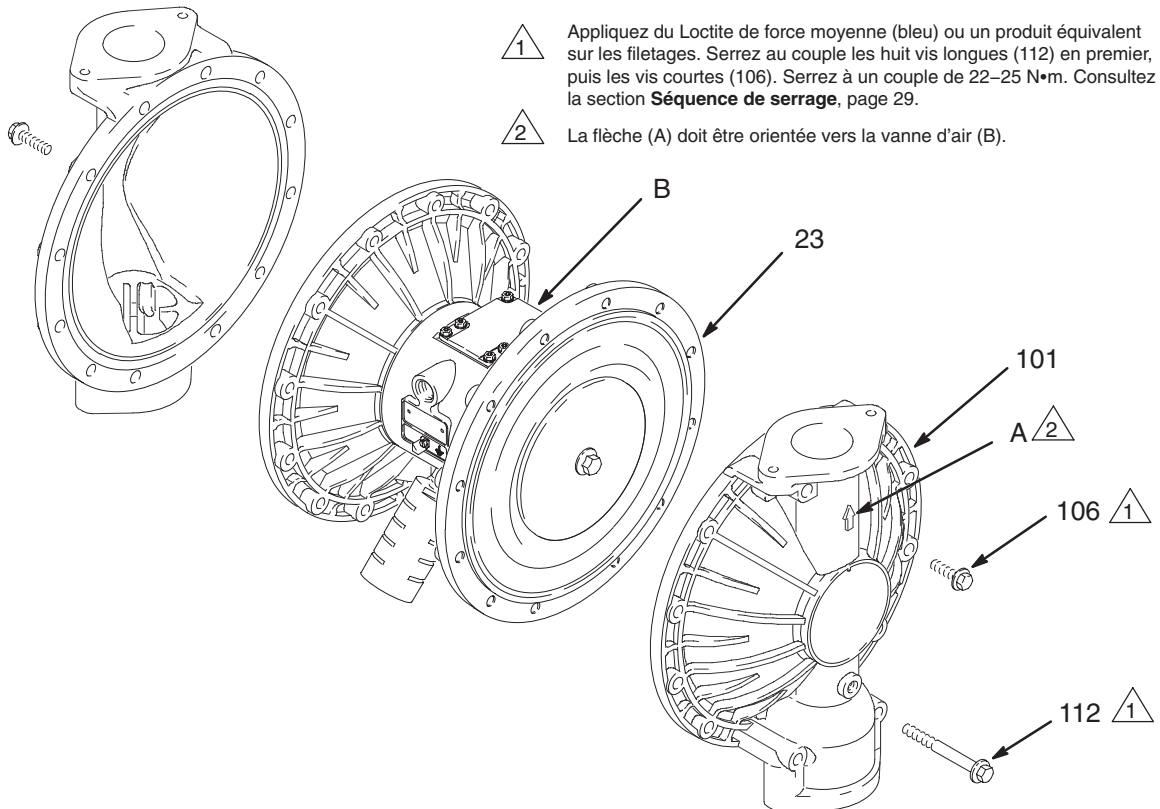

Fig. 11
3. À l'aide de clés à douille de 10 mm et 13 mm, retirez les vis (106 et 112) maintenant les capots à fluide (101) sur les capots à air (23). Retirez les capots à fluide (101) de la pompe. Consultez la Fig. 11.
- b. Installez le plateau de la membrane (105) côté fluide sur le boulon de sorte que les surfaces arrondies soient orientées à l'intérieur, vers la membrane (401).
- c. *Uniquement dans le cas des modèles en PTFE*, installez la membrane en PTFE (403*). Assurez-vous que le côté marqué « AIR SIDE » (CÔTÉ AIR) est bien orienté vers le boîtier central (1).
- d. Installez la membrane (401*) sur le boulon. Assurez-vous que le côté marqué « AIR SIDE » (CÔTÉ AIR) est bien orienté vers le boîtier central (1).
- e. Installez le plateau de la membrane (104) côté air de sorte que les surfaces creuses soient orientées vers la membrane (401).
- f. Appliquez du Loctite® de force moyenne (bleu) ou un produit équivalent sur les filetages du boulon (107). Vissez le boulon (107) dans l'axe (24) en le serrant à la main.
3. Graissez la longueur et les extrémités de l'axe de membrane (24) et glissez-le à travers le boîtier (1).
5. Maintenez un boulon (107) de l'axe à l'aide d'une clé et serrez l'autre boulon à un couple de 27–34 N•m à 100 tr/min maximum.
6. Alignez les capots à fluide (101) et le boîtier central (1) de sorte que les flèches (A) sur les capots soient orientées dans la même direction que la vanne d'air (B). Fixez les capots avec les vis (106 et 112) et serrez à la main. Installez les plus longues vis (112) dans les orifices en haut et en bas des capots. Consultez la Fig. 11.
7. Serrez d'abord les plus longues vis (112), uniformément et en diagonale, à un couple de 22–25 N•m, à l'aide d'une clé à douille de 13 mm. Serrez ensuite les plus courtes vis (106) à l'aide d'une clé à douille de 10 mm. Consultez la section **Séquence de serrage**, page 29.